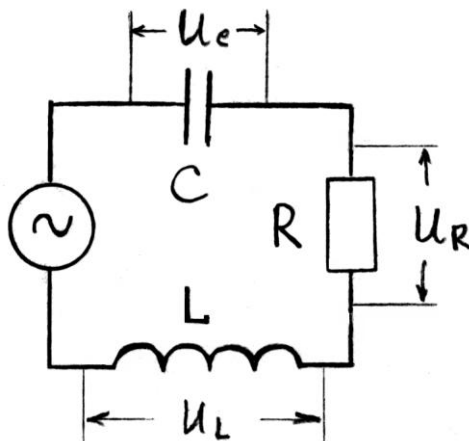

Рис.1.
Рассмотрим электрическую схему на рис.1., в которой последовательно соединенные конденсатор, резистор и катушка индуктивности подключены к генератору переменного напряжения:
Полное сопротивление Z цепи, изображенной на рис.1., определяется формулой:
2.1. Соберите на монтажном столе схему, показанную на рис. 1., предварительно выбрав значения параметров элементов следующими: